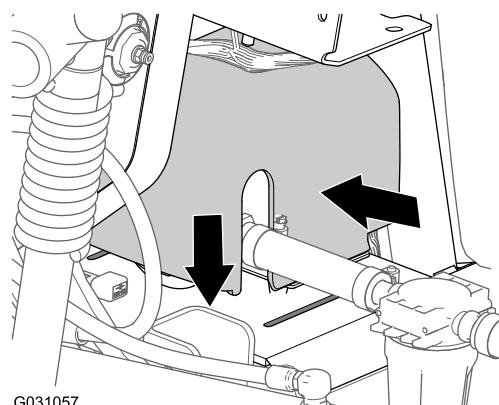

Figura 122
- Alinhe a cobertura da bomba de lavagem sobre a placa da sela para a bomba de lavagem (Figura 122).
- Pressione em conjunto ambos os lados da cobertura da bomba de lavagem e alinhe as abas da cobertura com a placa da sela (Figura 122).
- Insira as abas nas ranhuras e solte as laterais da cobertura (Figura 122).